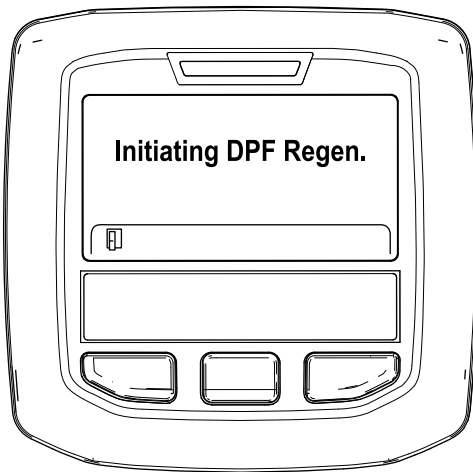

Figura 48
A. Se muestra el mensaje "Initiating DPF Regen." (Iniciando regeneración de DPF) (Figura 48).